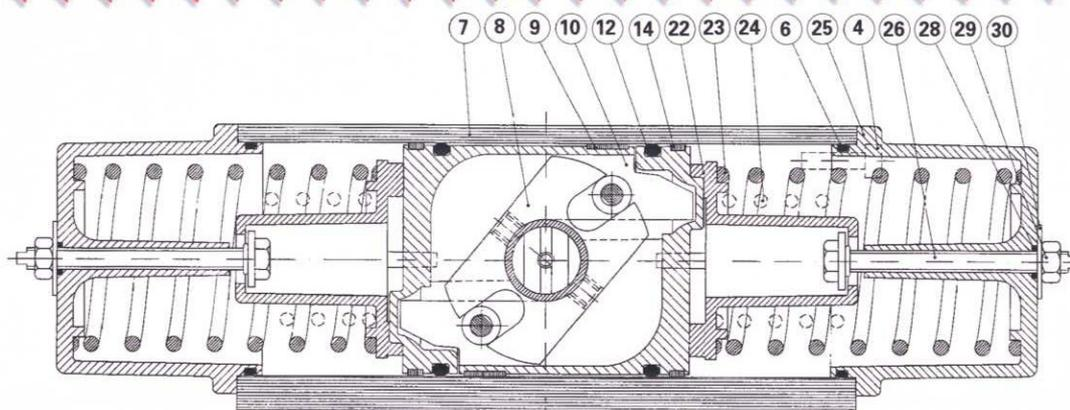

Рис.3
В SR-приводах поршни повернуты на 180° по отношению к DA-приводам, в соответствии с рис.3 на стр.3. Это приводит к увеличению момента вращения в конце движения поршней, несмотря на то, что сила воздействия пружины - уменьшается. Когда поршни в SR-приводе смонтированы в соответствии с рис.1 на стр. 2, назначение меняется с "пружина закрывает" на "пружина открывает". Регулировка крайних положений производится в позиции "закрыто".
Если поршни в DA-приводе смонтированы в соответствии с рис.3 на стр.3 то точная регулировка выполняется при положении клапана "открыто". Привода могут поставляться отрегулированными в обоих крайних положениях, по требованию заказчика. Возможность поворота поршней может быть использована по разному, для приспособления приводов к требованиям заказчика. Для получения дополнительной информации об этом, пожалуйста обращайтесь за консультацией на предприятие.
4. Смонтируйте поршень в соответствии с рис.3 на стр.3